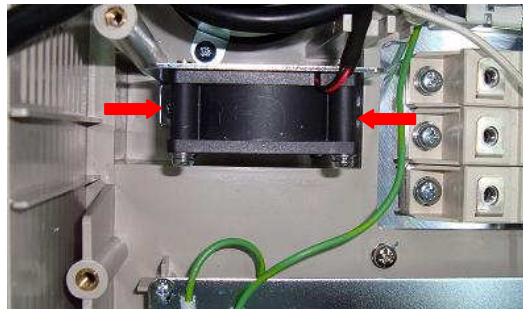

Рис.7.8
7.7.1. Установить вентилятор на предусмотренное место, закрепить вентилятор, вкрутив два винта (рис. 7.8)